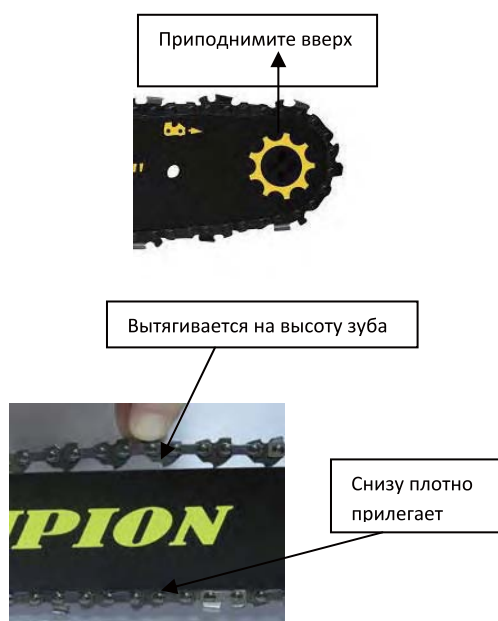

Рис.6
2. Вращайте болт до тех пор, пока цепь не будет плотно прилегать к нижней части шины без провиса, на середине шины цепь должна выходить из направляющего паза примерно на высоту зуба (рис.6). Нажмите на выключатель пилы и протолкните цепь по шине. Цепь должна двигаться свободно.